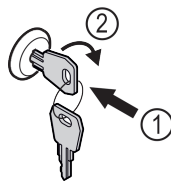

Fig. 169
- ▶ Zatlačte kľúč. Fig. 169 (1)
- ▶ Otočte kľúč o 90° v smere hodinových ručičiek. Fig. 169 (2)